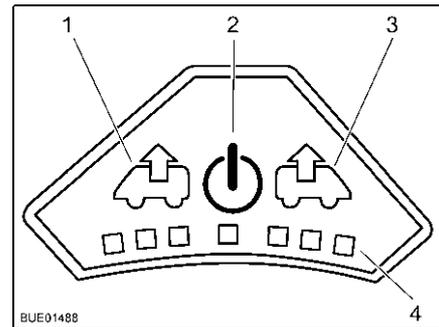

Bild 72 Bedienfeld des Ventilators
Einschalten: ■ Taste Ein/Aus (Bild 72,2) drücken. Der Ventilator läuft im Komfortmodus (Entlüften mit niedrigster Ventilatordrehzahl).
Entlüften: ■ Um die Ventilatordrehzahl zu erhöhen: Taste Entlüften (Bild 72,1) drücken. Die Ventilatordrehzahl in Entlüftungsrichtung nimmt um eine Stufe zu. LEDs (Bild 72,4) zeigen die Schaltstufen an.
■ Um die Ventilatordrehzahl zu verringern: Taste Belüften (Bild 72,3) drücken. Die Ventilatordrehzahl nimmt um eine Stufe ab.
Belüften: ■ Um die Ventilatordrehzahl zu erhöhen: Taste Belüften (Bild 72,3) drücken. Die Ventilatordrehzahl in Belüftungsrichtung nimmt um eine Stufe zu. LEDs (Bild 72,4) zeigen die Schaltstufen an.
■ Um die Ventilatordrehzahl zu verringern: Taste Entlüften (Bild 72,1) drücken. Die Ventilatordrehzahl nimmt um eine Stufe ab.
- Taste Ein/Aus (Bild 72,2) drücken. Der Ventilator stoppt, die LEDs erlöschen.